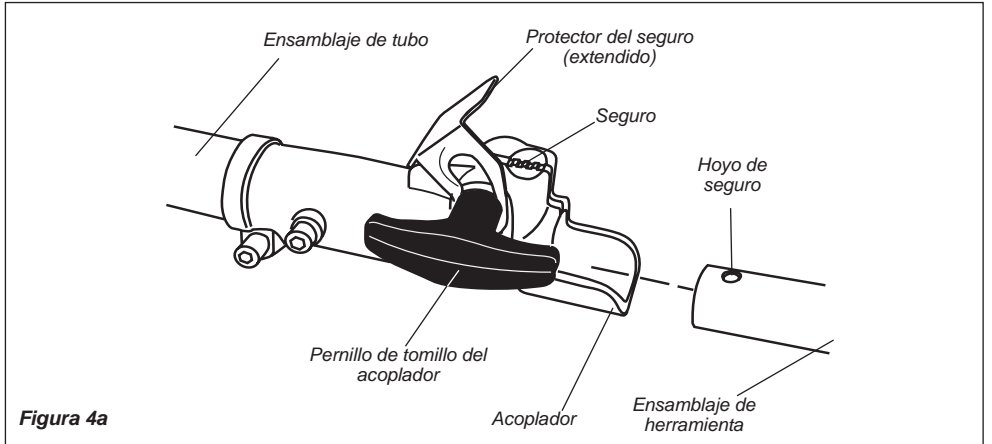

Figura 4a
El ensamblaje de la unidad debe estar cara arriba y el ensamblaje de la herramienta debe estar posicionado con el hoyo del seguro en el tubo con cara arriba. Consulte la figura 4a.
4. Mueva la herramienta de lado a lado hasta que este seguro de que encaje en lugar a través del seguro del acoplador. Consulte la figura 4a